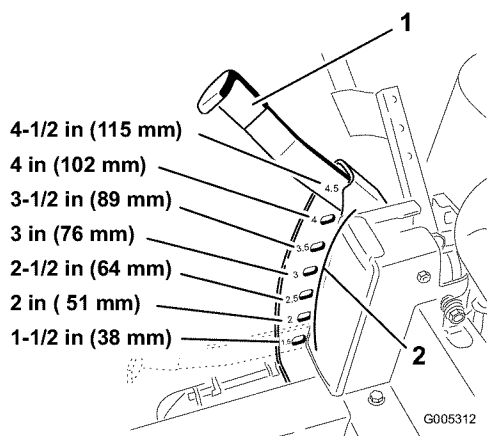

Figura 14
1. Levante la palanca de ajuste de la altura de corte a la posición de transporte, es decir, la posición de altura de corte 4.5 (que es también la posición de altura de corte de 115 mm [4-1/2 pulgadas]) (Figura 14).